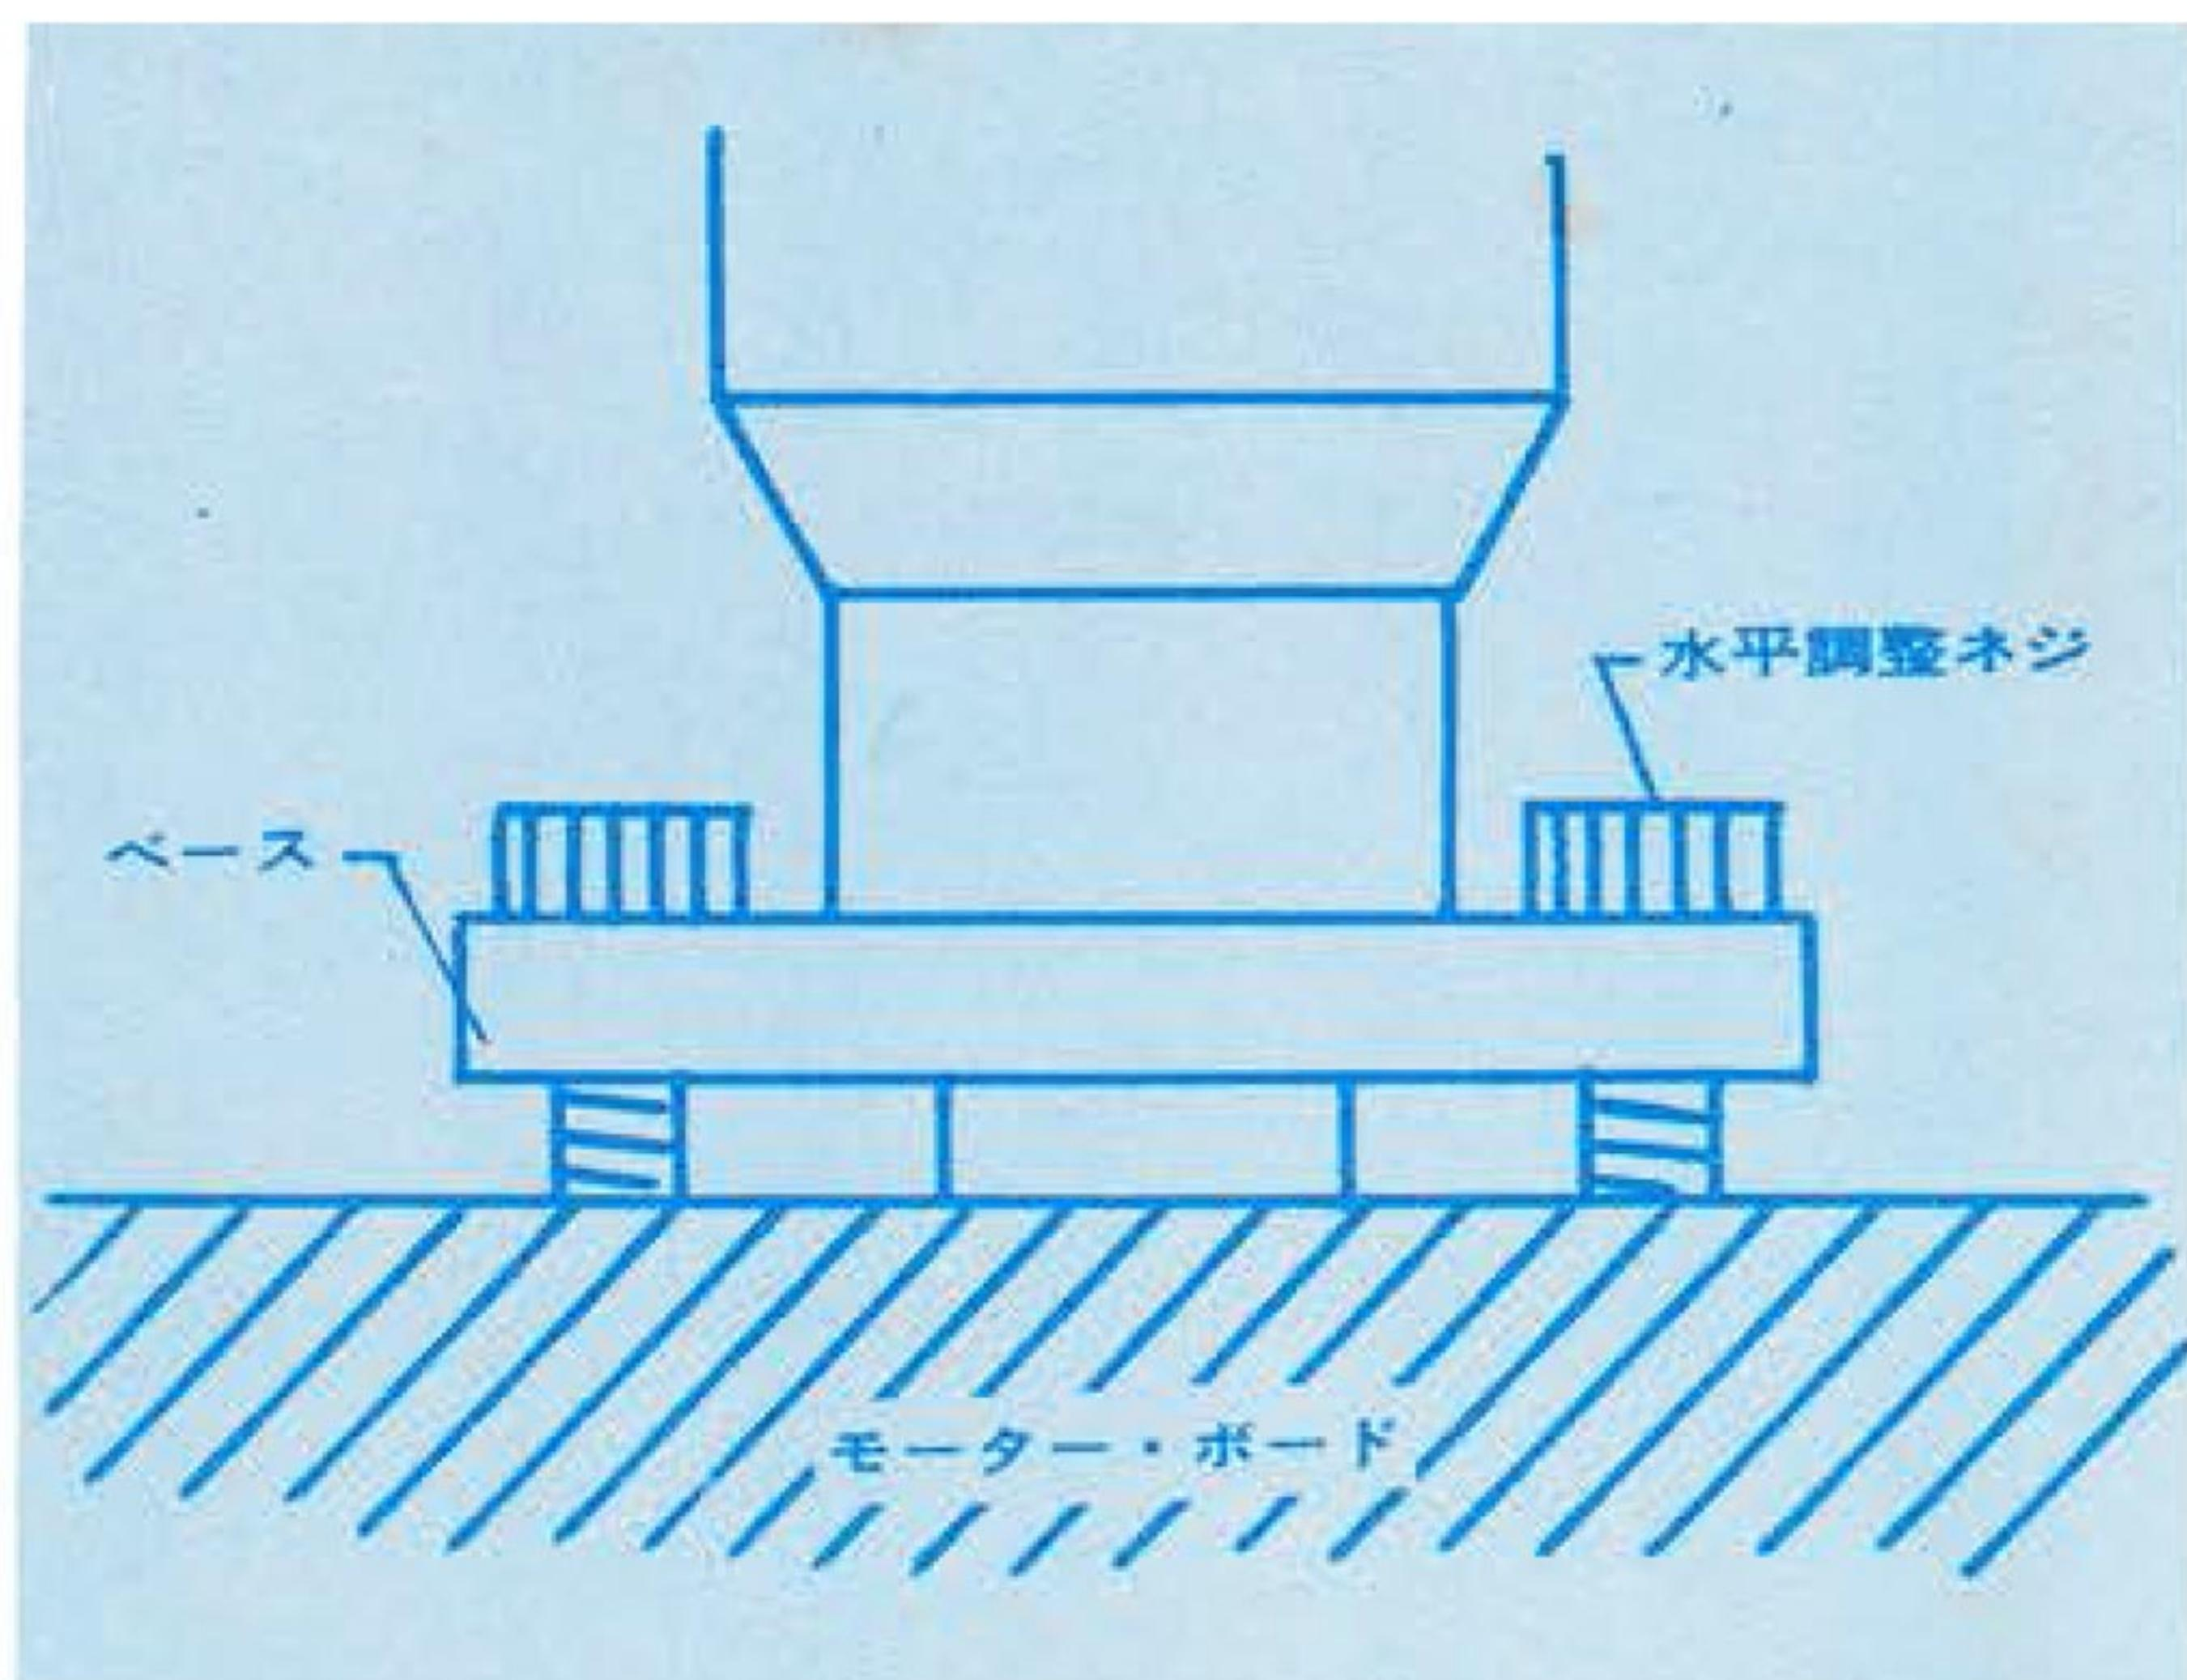
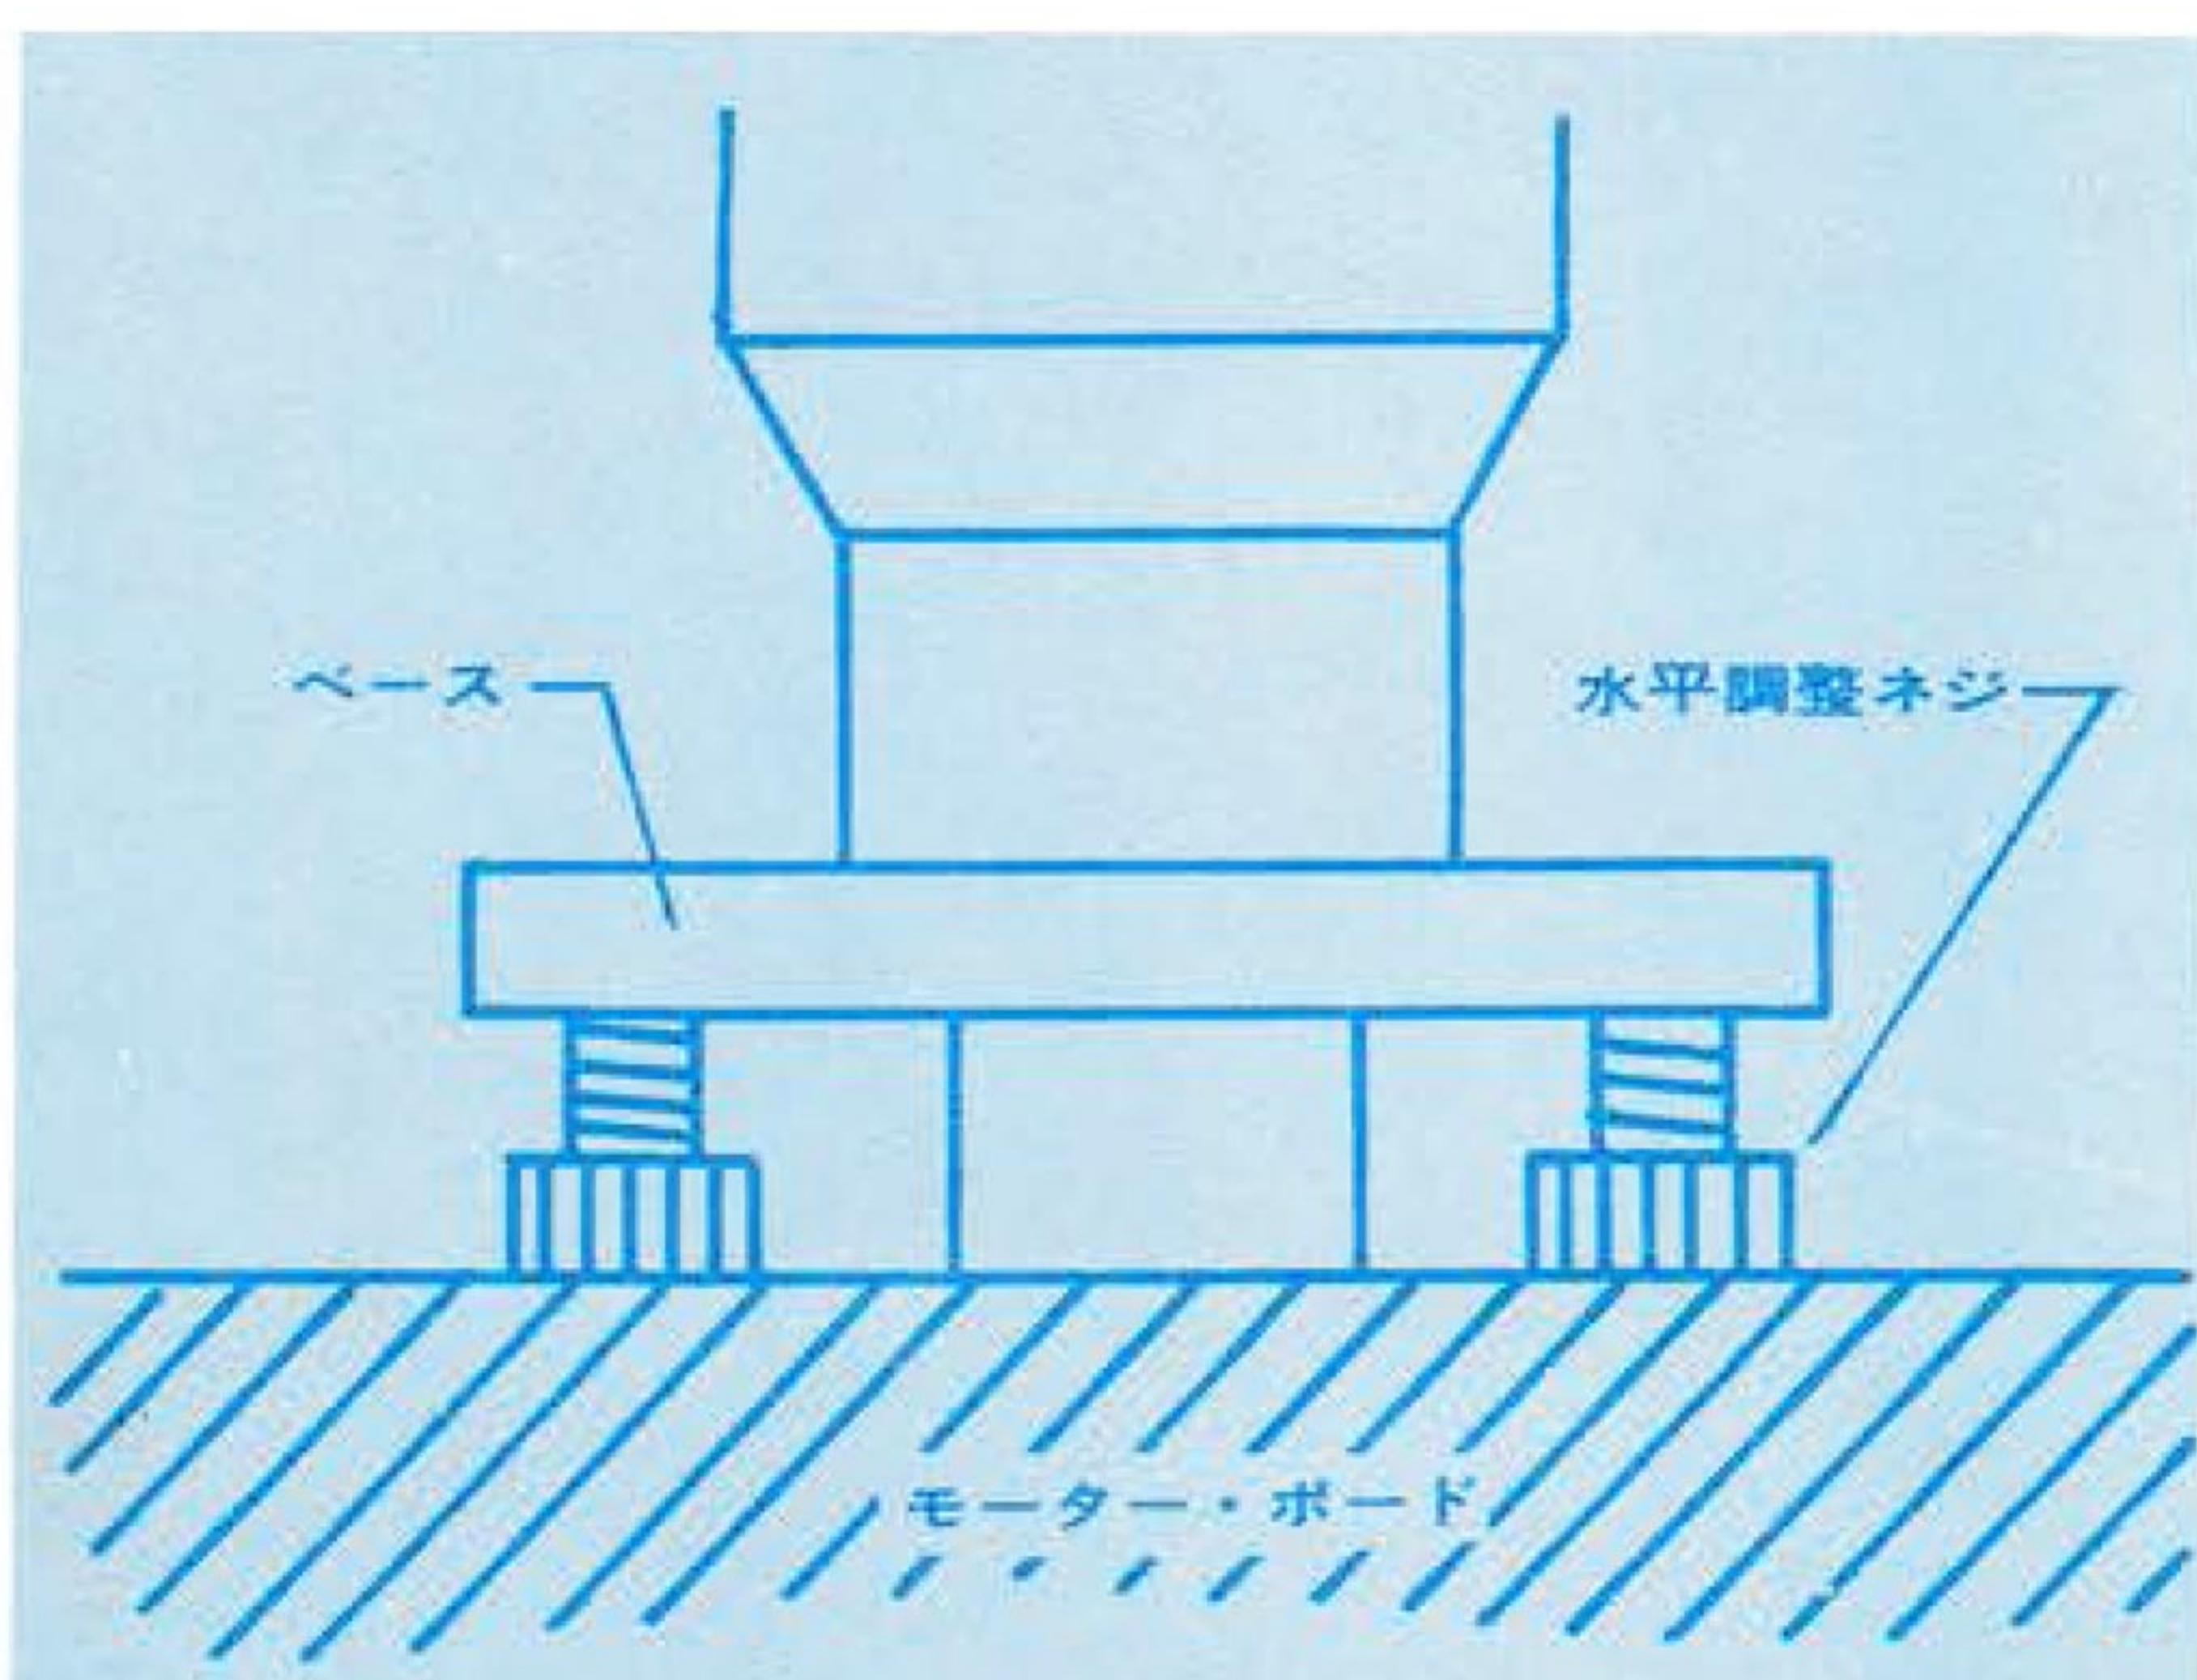

図10
図11
註4、極端にターン・テーブル面が高いフォノ・モータで、アームの高さが不足した場合、①水平調整ネジを全部ねじ込んでベースを持ち上げる（ベースを浮かせる）図10参照、②水平調整ネジをはずして下側からねじ込み、ベースを一層浮かせる、図11参照、③前2項でも不足の場合、寸法が4mm長い水平調整ネジが当社に用意しております。